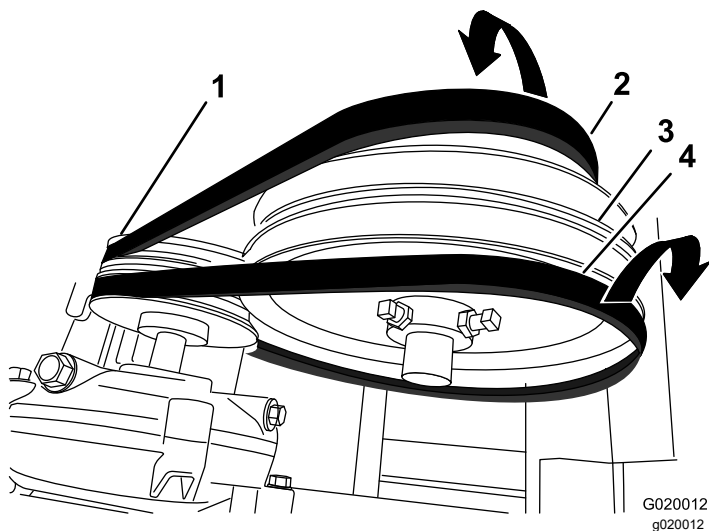

Figure 68
7. Poussez la courroie avant vers l'avant et déchaussez-la de la poulie de tension (Figure 68).
8. Poussez la courroie arrière vers l'arrière et déchaussez-la de la poulie de tension (Figure 68).